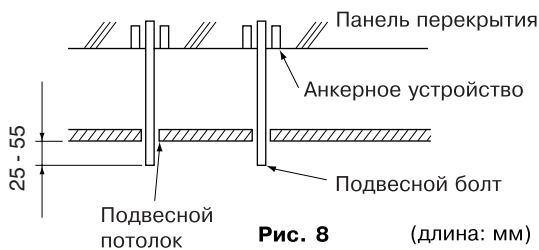

Рис. 8 (длина: мм)
- Заранее откорректируйте расстояние от блока до потолочного перекрытия. (См. рис. 8)